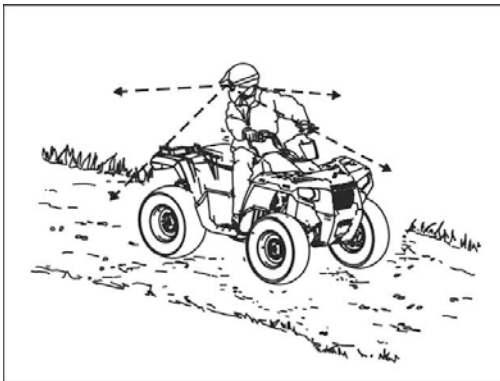

Рисунок 4.2.
1. Всегда до начала движения проверяйте наличие препятствий или людей позади квадроцикла (см. рис. 4.2.).